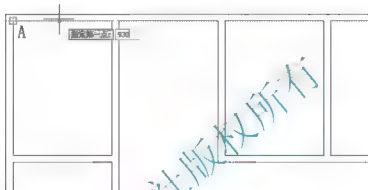

图 2.60 利用【对象追踪】找点的位置
(1) 分别按 F8、F3、F11 键打开【正交】、【对象捕捉】、【对象追踪】功能，将【墙线】图层设置为当前层，并将视图调整到如图 2.60 所示的状态。
(2) 单击【绘图】工具栏上的【直线】图标，或在命令行输入“L”并按 Enter 键，启动【直线】命令。
① 在 line 指定第一点: 提示下，将光标放置在左上角房间的 A 点处，不单击，待出现端点捕捉符号后，将光标水平向右慢慢拖动，会出现一条虚线，如图 2.60 所示。然后输入“930”（该值为 A 点到窗洞口左下角点的距离，即  $1050-120=930$ ）后按 Enter 键，直线的起点就画在窗洞口的左下角点处。